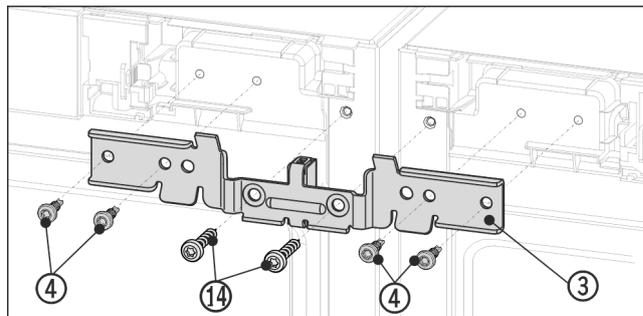

Fig. 12 Représentation à titre d'exemple
- ▶ Pousser l'équerre Fig. 12 (3) avec l'entretoise entre les appareils et sur le pivot. Visser sans serrer l'équerre avec quatre vis Fig. 12 (4) et les vis de terre préalablement dévissées Fig. 12 (14) de façon alternée à droite et à gauche.